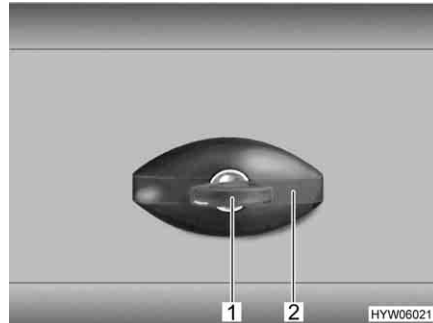

Fig. 62 Serratura dello sportello, ellittico, chiuso
- Inserire la chiave nel cilindro della serratura (Fig. 62,1) e ruotare in senso antiorario di un quarto di giro. La maniglia della serratura (Fig. 62,2) scatta all'infuori.